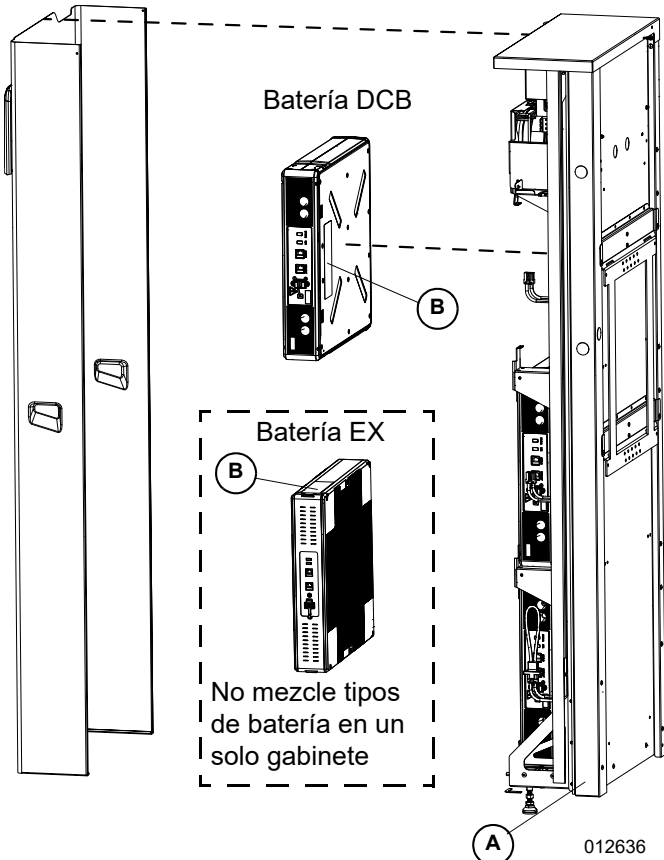

Figura 2-1. Ubicación del número de serie
Consulte la **Figura 2-1** para ubicar los números de serie de la unidad (A) y los módulos individuales de la batería (B). Registre esta información en la **Tabla 1: Información importante** en el interior de la portada de este manual, de modo que esté disponible si las etiquetas se pierden o dañan. Cuando pida piezas o solicite asistencia, es posible que se le pida esta información.